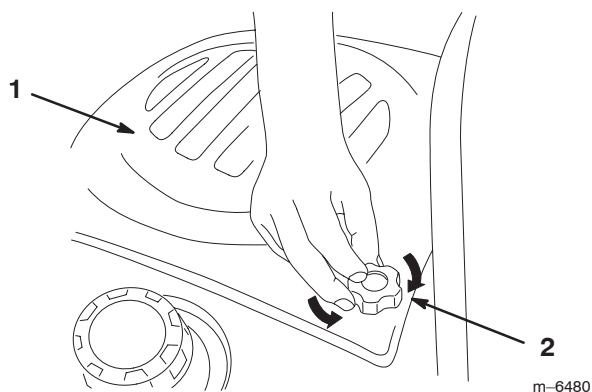

Figure 15
1. Pour déposer le capot, desserrez les boutons, tirez le capot en arrière puis soulevez-le (Fig. 15).
3. Serrez les boutons (Fig. 15).